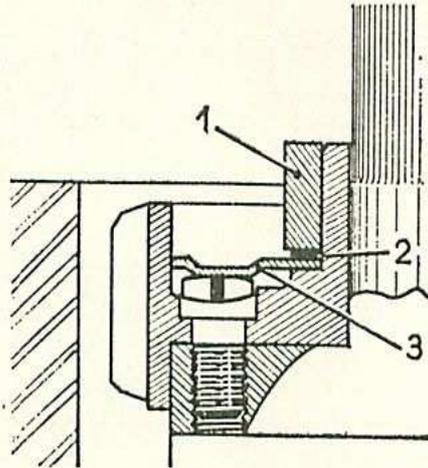

Fig. 66. — Réglage du jeu latéral du différentiel
- Poser la tôle-frein (3) (fig. 66) placer en (2) une épaisseur de cales de 1 mm et poser la fausse bague (1). Monter le couvercle latéral, tous les écrous et les serrer.
- Déposer le couvercle et la fausse bague. Réduire l'épaisseur des cales (2) (fig. 66) reposer fausse bague, couvercle, écrous, et faire tourner le pont, par les planétaires, sans les plateaux.